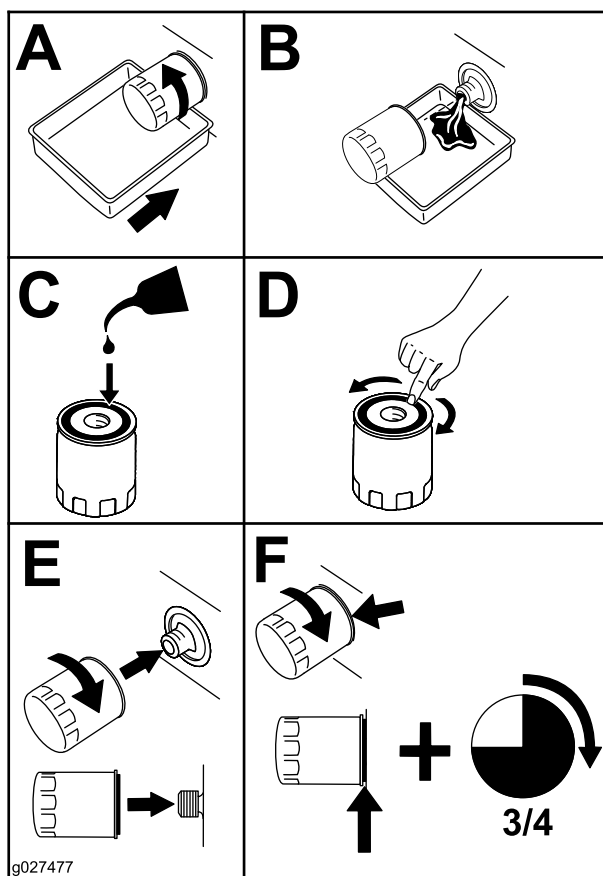

Figura 50
4. Cambie el filtro del aceite del motor, tal y como se muestra en la Figura 50.